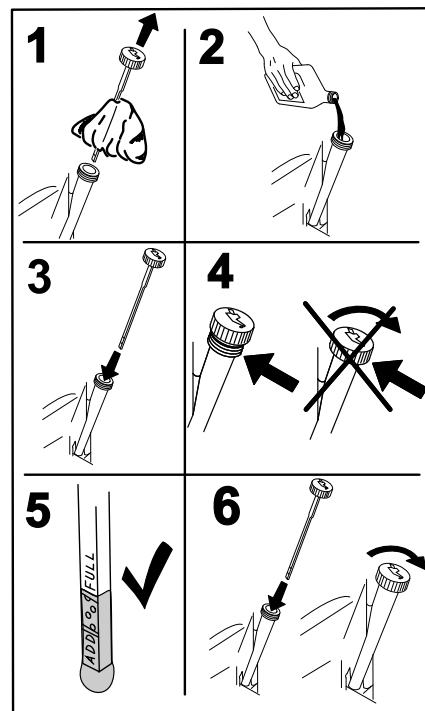

Figure 34
4. Versez lentement environ 80 % de l'huile spécifiée dans le tube de remplissage, puis faites l'appoint lentement jusqu'à ce que le niveau atteigne le repère maximum (Full) (Figure 34).